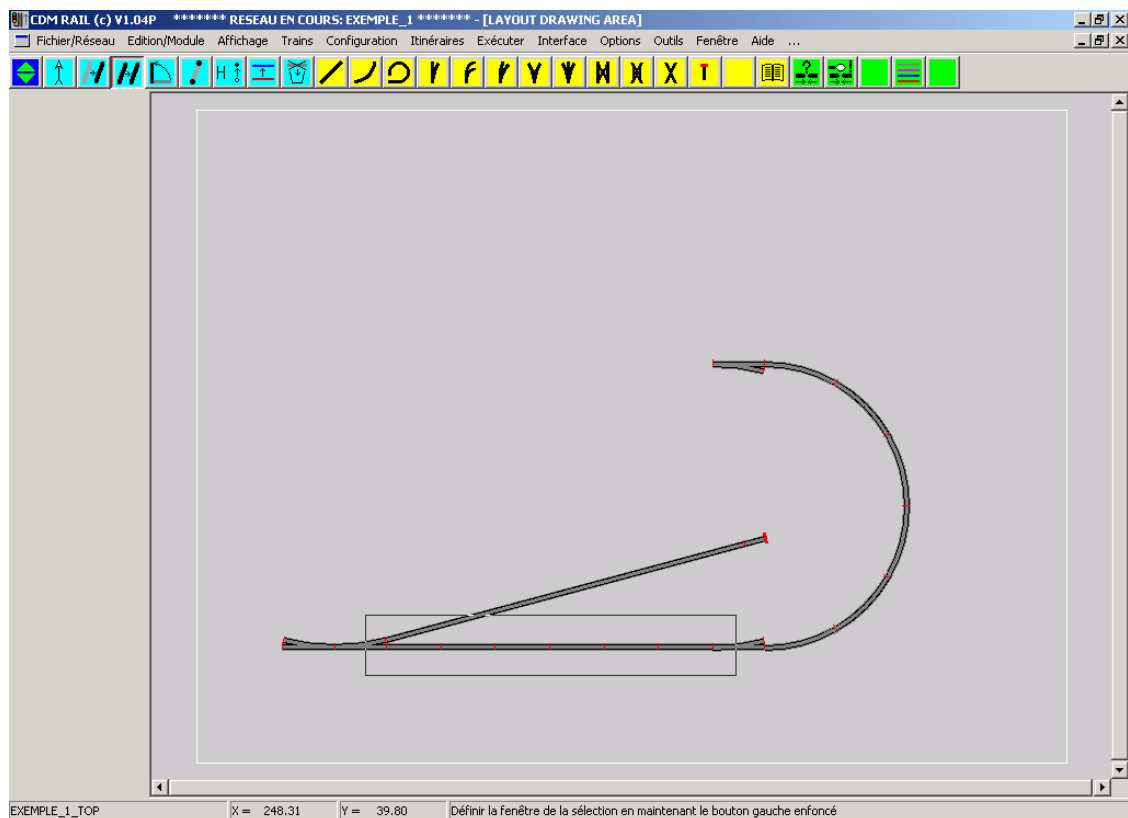

Figure 4-17 Sélection multiple de tous les segments du tronçon droit
- Soit en sélectionnant plusieurs segments. Il faut alors définir un rectangle de sélection, un peu comme avait été défini le rectangle de zoom (section 4-2-6), mais en utilisant cette fois le bouton gauche de la souris au lieu du bouton droit. Appuyer sur le bouton gauche de la souris à un des coins du rectangle de sélection. Puis, sans relâcher le bouton, déplacer la souris jusqu'au coin opposé du rectangle de sélection (voir figure 4-17).
Le rectangle étant défini comme sur la figure 4-17, lorsqu'on relâche le bouton gauche de la souris, les 6 segments droits sont redessinés en blanc, ce qui indique qu'ils ont été sélectionnés.